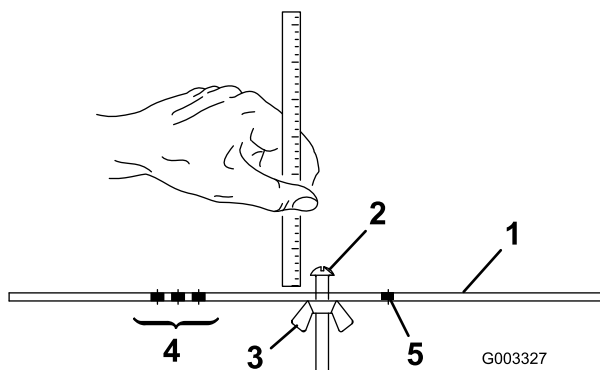

Figure 23
2. Desserrez l'écrou du gabarit (Figure 23) et tournez la vis de réglage de manière à obtenir la hauteur de coupe voulue. L'écartement entre la base de la tête de la vis et la face du gabarit correspond à la hauteur de coupe.